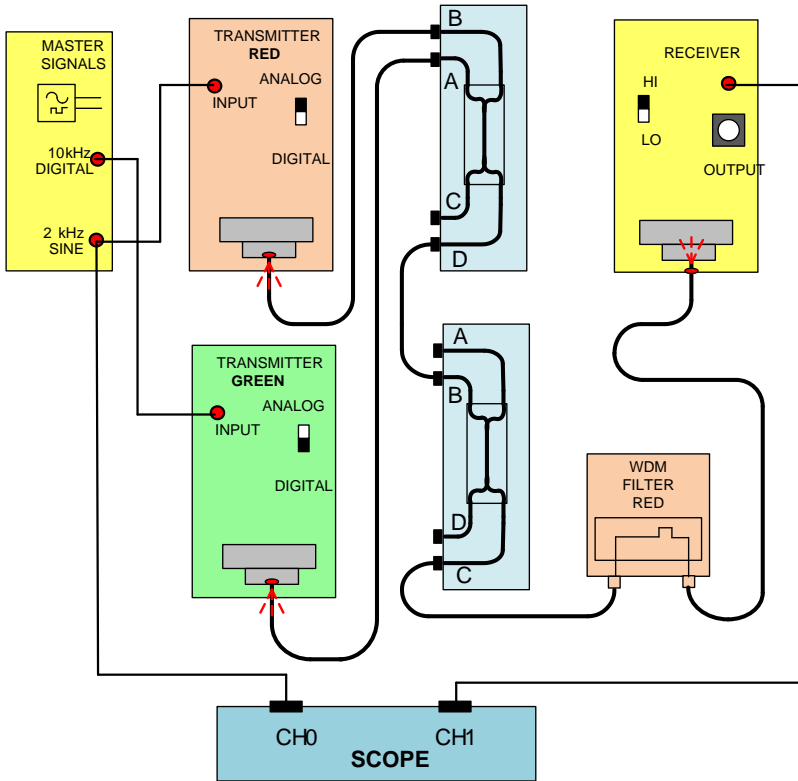

Рис.7. Схема соединений линии передачи аналогового и цифрового сигналов с красным светофильтром
13. Измените схему, как показано на рис. 7.